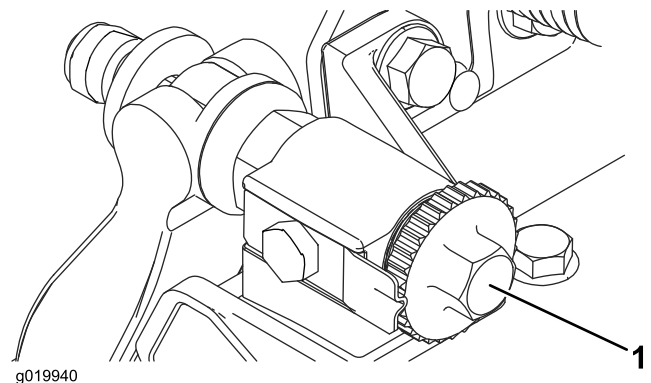

**Bild 8**
2. Drehen Sie die Einstellschrauben des Untermesserträgers nach links, um sicherzustellen, dass der Untermesserträger nicht die Spindel berührt (Bild 8).